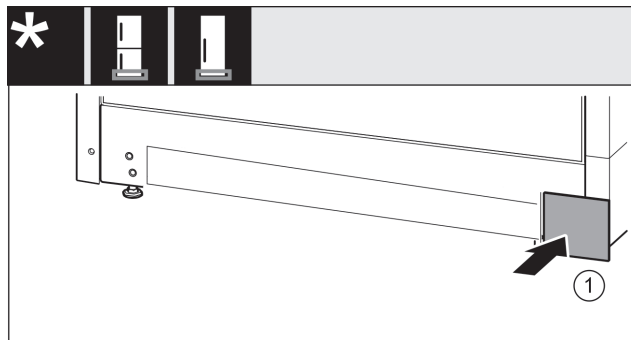

Fig. 16
- ▶ Vėl uždėkite uždangalą kitoje pusėje. Fig. 16 (1)